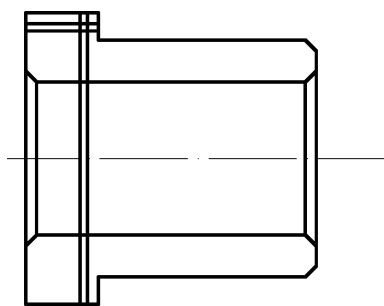
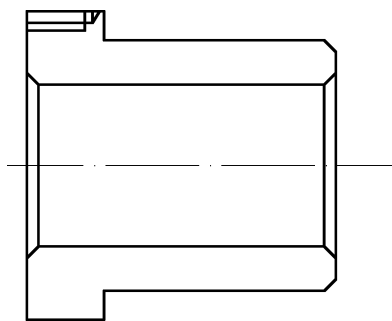

图 11-37 绘制构造线示例
图 11-38 绘制螺孔示例
2) 绘制定位螺孔。选择“绘图”面板→“构造线”命令，输入 0，指定最上水平线，偏移距离为“3.5”和“5”，绘制水平构造线；再指定左端线，偏移距离为“15”和“17”，绘制垂直构造线，绘制结果如图 11-37 所示。然后选择“修改”面板→“修剪”命令，修剪多余线条，执行结果如图 11-38 所示。